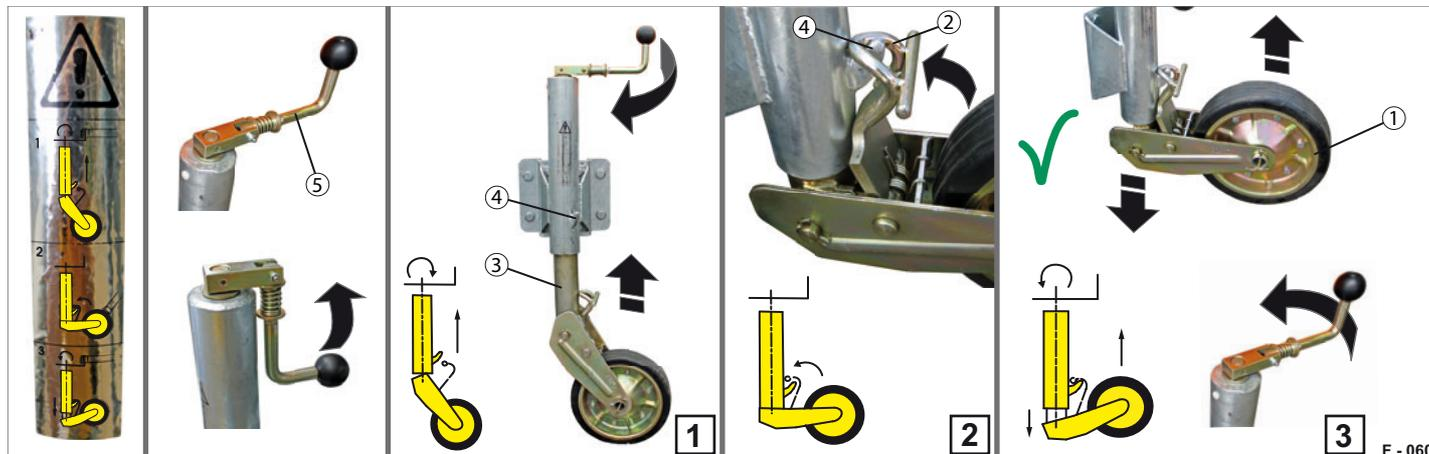

Abb. 57 Stützrad hochgestellt / gesichert
- ▶ Klappen Sie die Kurbel (Abb. 57/5) aus. Drücken Sie gegen die Feder.
- ▶ Kurbeln Sie im Uhrzeigersinn, bis die Öse (Abb. 57/2) über den Haken (Abb. 57/4) ist. Positionieren Sie ggf. das Rad von Hand.
- ▶ Kurbeln Sie gegen Uhrzeigersinn, bis das Stützrad (Abb. 57/1) sich komplett hochstellt. Das Stützrad wird gespannt.
- ▶ Klappen Sie die Kurbel (Abb. 57/5) ein. Das Stützrad ist hochgestellt und gesichert.